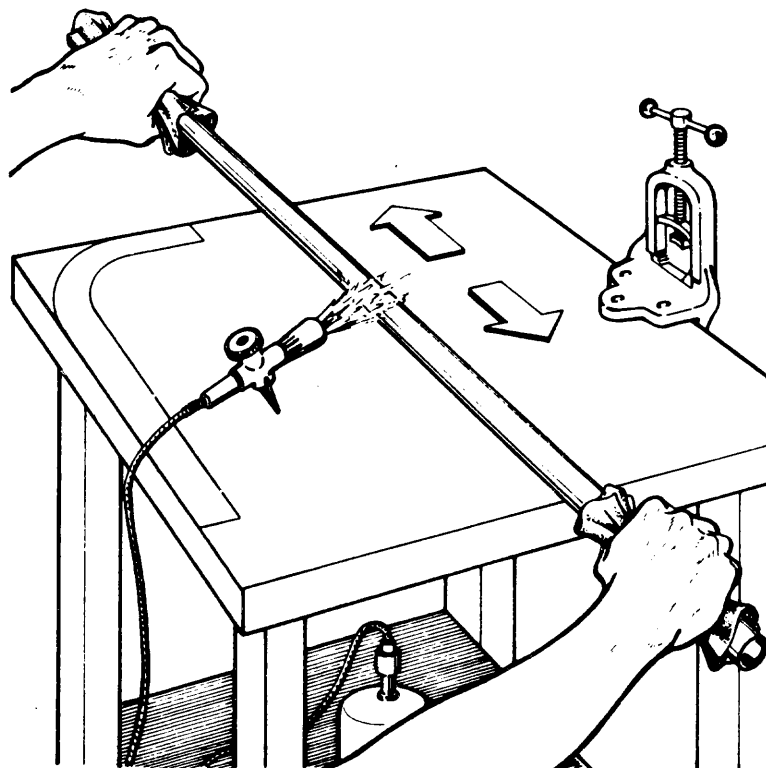

Fig. 7
1) Debe calentarse con el soplete distanciado del tubo (fig. 7).
2) Gire el tubo alternativamente hacia uno y otro lado (fig. 7).